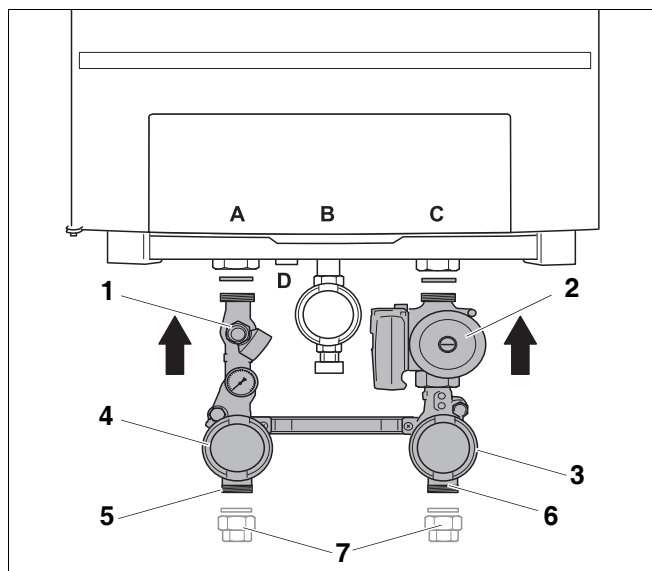

Fig. 5 Serviceafsluiterarmaturen monteren
- Monteer het blauwe en rode serviceafsluiterarmatuur (fig. 5, **pos. 3** en **pos. 4**) aan de aansluiting C en A (retour en aanvoer). Maak hierbij gebruik van de meegeleverde vlakke rubberen afdichtringen.
- Sluit de aanvoerleiding spanningsvrij aan op het rode serviceafsluiterarmatuur (fig. 5, **pos. 5**). Maak daarbij eventueel gebruik van de aansluitkoppeling (separaat te bestellen, fig. 5, **pos. 7**)
- Sluit de retourleiding spanningsvrij aan op het blauwe serviceafsluiterarmatuur (fig. 5, **pos. 6**). Maak daarbij eventueel gebruik van de aansluitkoppeling (separaat te bestellen, fig. 5, **pos. 7**)
De aansluitset is voorzien van een voorge-monteerde overstort van 3 bar (fig. 5, **pos. 1**). Als de statische hoogte van de cv-installatie daarom vraagt, dan kan deze door een overstort van 4 bar worden vervangen.